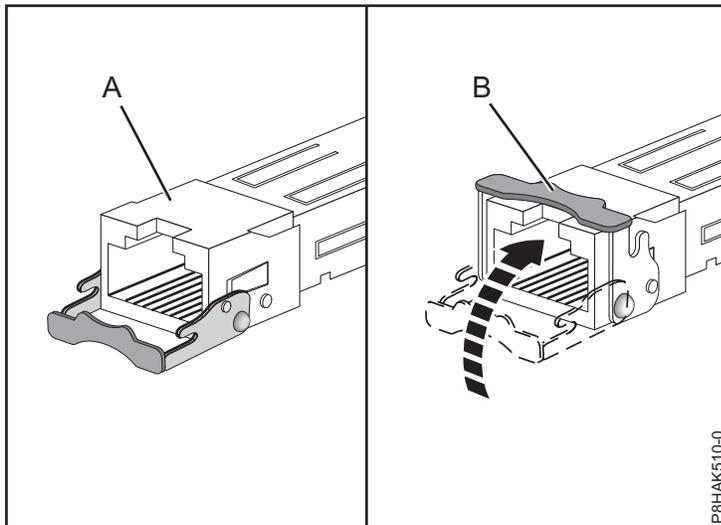

Figura 53. Substituir transmissores-receptores SFP no adaptador
- c. Com o trinco (**B**) na posição aberta, empurre o trinco ao rodá-lo para cima e no sentido da placa, como demonstrado em Figura 53 na página 55.